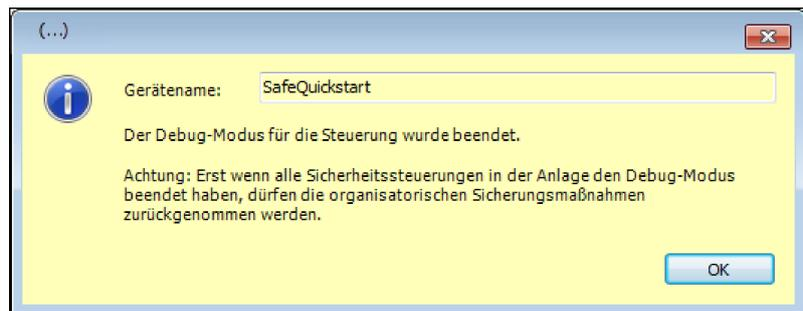

Abb. 88: Dialog beim Ausloggen mit Laden der Bootapplikation
- Der Entwickler ist auf die Applikation eingeloggt (siehe Abb. 88) und es befindet sich keine Bootapplikation auf der Sicherheitssteuerung: